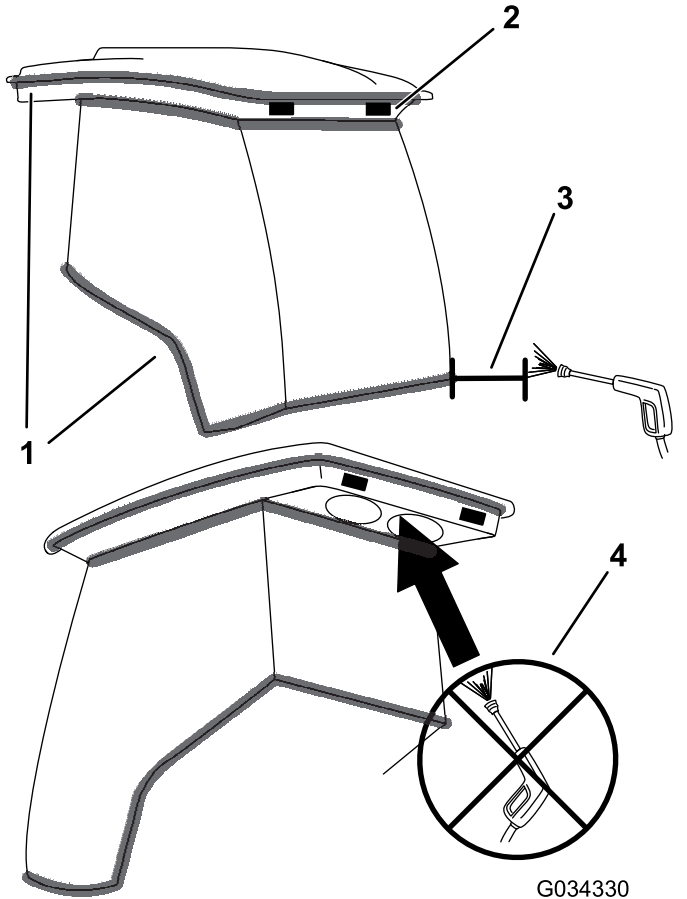

Figura 86
**Importante:** Tenga cuidado alrededor de las juntas de la cabina (Figura 86). Si utiliza una lavadora a presión, mantenga la lanza de la lavadora a una distancia mínima de 0.6 m (2') de la máquina. No dirija el chorro de la lavadora a presión directamente sobre las juntas de la cabina o por debajo del voladizo trasero.